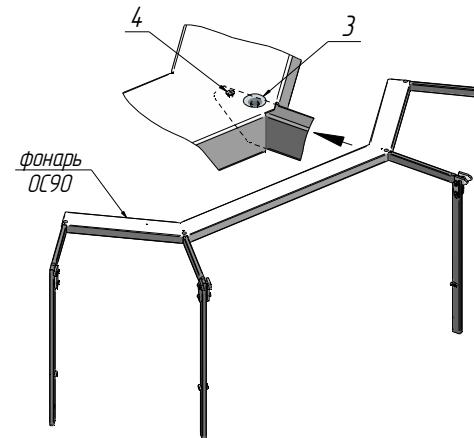

Рисунок 4
На угловых витринах ОС90 кожух фонаря заклепать к центральным стойкам заклепкой 3х6 (4). (См. рисунок 4)